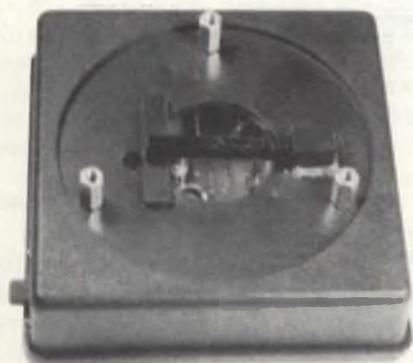

Fig. 1. La "luce" infrarossa viene convogliata entro uno spezzone di tubetto sterlingato; osservare la posizione della "finestrella" del fotodiodo.
**I** sensori attualmente sul mercato non sono ancora in grado di rivelare la presenza di fumo in quanto tale, ma sono sensibili soltanto ad alcuni composti chimici contenuti nel fumo stesso. Il fumo è però visibile, perchè in grado di intercettare parzialmente i raggi luminosi ed anche di rifletterli. Disponendo un fotodiodo lateralmente ad un raggio di luce opportunamente convogliata, il sistema sarà in grado di rilevare se sul percorso del raggio luminoso sono presenti particelle di fumo che riflettono la luce sul diodo. Nelle figure 1 e 2 è possibile osservare la costruzione pratica di questo apparecchio. Per impedire che la luce del giorno disturbi il funzionamento e per evitare che la batteria venga inutilmente scaricata, viene impiegato come
sto modo, la sensibilità dell'avvisatore di fumo verrà parecchio aumentata. La parte "meccanica" dell'avvisatore di fumo potrà essere costruita facendo riferimento alle figure 1 e 2. La figura 2 mostra come avviene il convogliamento della "luce" infrarossa fino sopra la finestra del fotodiode, mediante uno spezzone di tubetto sterlingato opportunamente incollato su pistrine di plastica. Il LED trasmittente è collegato ai punti di connessione sul circuito stampato mediante corti spezzone di treccia flessibile (attenzione alla polarità).